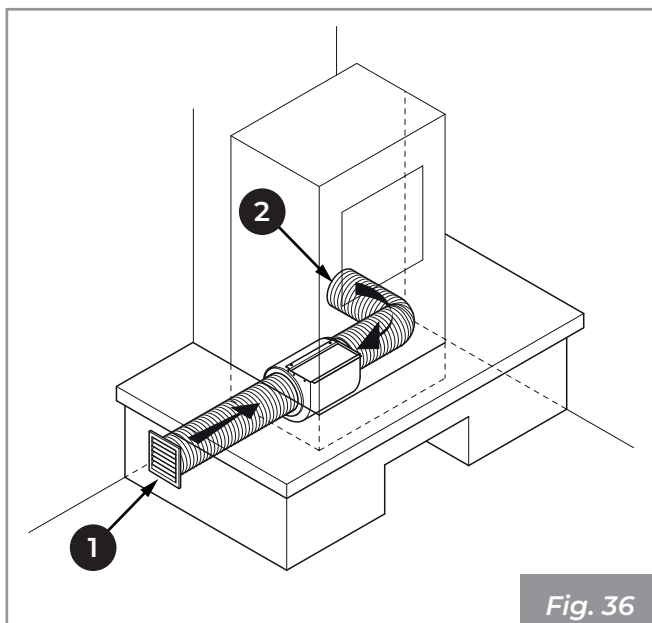

Fig. 36
• Le ventilateur ambiant doit nécessairement prélever l'air à l'extérieur du revêtement, par un conduit approprié, comme indiqué dans Fig. 36. Où :